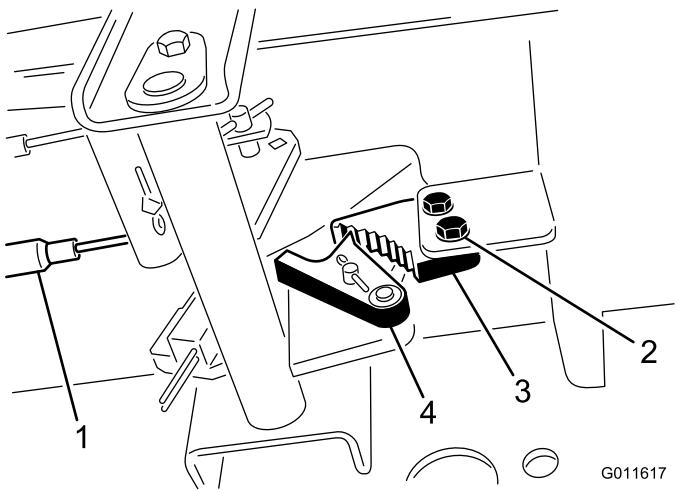

Figure 73
- Vis (2)
- Appuyez sur l'avant de la pédale du frein de stationnement jusqu'à ce que le verrou s'engage complètement sur le cliquet du frein (Figure 73).
- Desserrez les 2 vis qui fixent le cliquet du frein de stationnement au châssis (Figure 73).